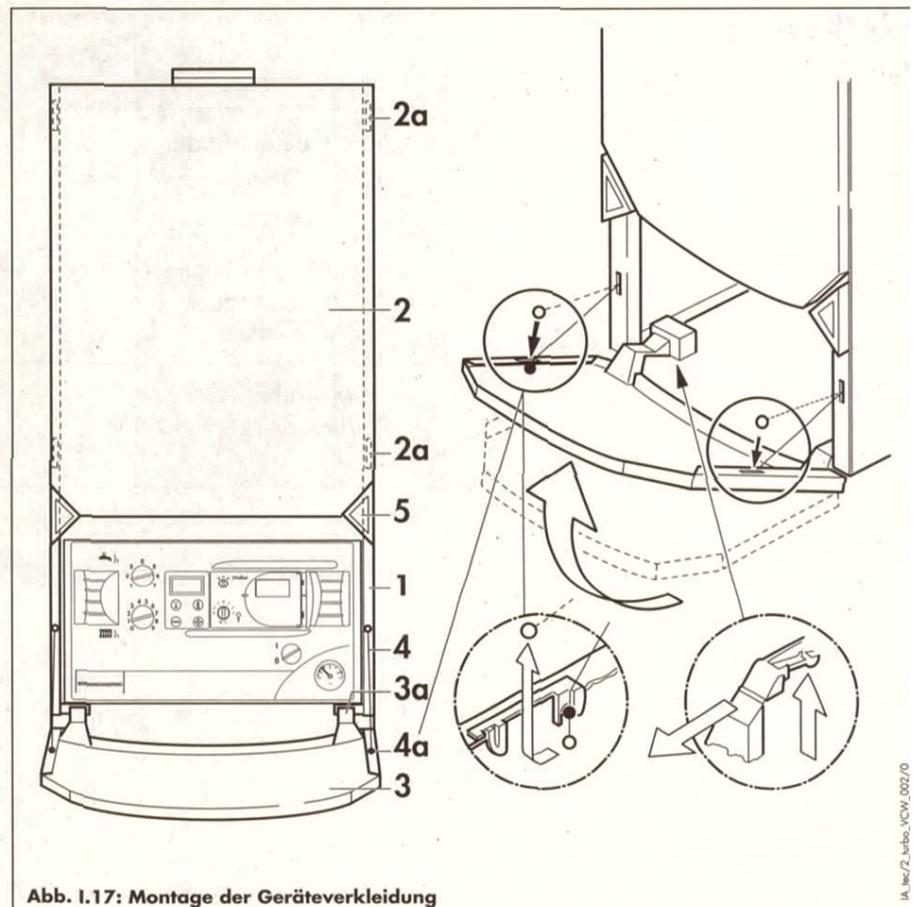

Abb. I.17: Montage der Geräteverkleidung
### Legende zu Abb. I.17
- Hängen Sie die Frontverkleidung (2) in die Aufnahme (2a) der Seitenwände (1) ein.
- Lassen Sie die Frontklappe (3) in die Scharniere (3a) einrasten.
- Ziehen Sie die Arretierseile (4) aus den Seitenwänden und hängen Sie diese in die Aufnahme (4a) ein.
- Klappen Sie die Frontklappe (3) hoch bis diese einrastet.
- Durch gleichzeitiges Drücken auf die Öffnungstasten (5) wird die Frontklappe geöffnet und kann nach unten geschwenkt werden.
- Bringen Sie das untere Abdeckblech (in Abb. I.17 nicht dargestellt) mit vier Schrauben an.